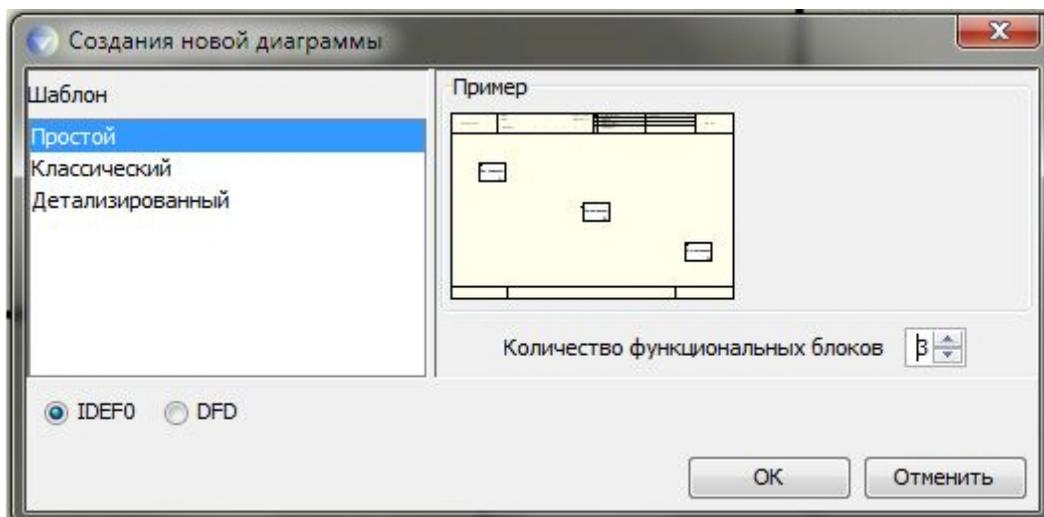

Рисунок 3 — Диалоговое окно декомпозиции работ
2. В диалоговом окне укажите число работ на диаграмме нижнего уровня - "3", а нотацию декомпозиции — IDEF (см. рисунок 3), затем нажмите "ОК". Автоматически будет создана диаграмма декомпозиции.